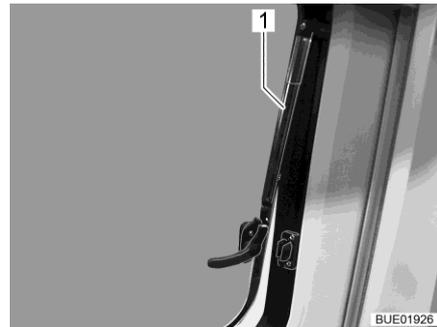

Fig. 17 Finestra apribile con deflettori automatici, aperta
- Aprire la finestra apribile fino alla posizione desiderata. Fissare la finestra apribile facendo innestare autonomamente il deflettore automatico (Fig. 17,1).